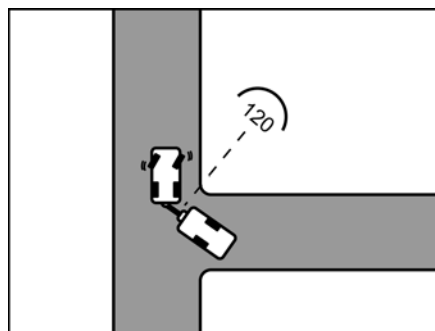

Bild 11 Start
- Stanna genast när bilen och husvagnen står i ca 120° vinkel mot varandra (Bild 11).